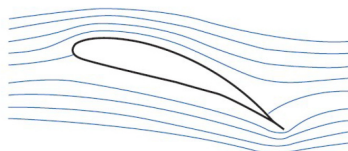

Figure 2 - Lignes de courant autour du profil d'une aile d'avion
2. Dans la figure 2 sont représentées les lignes de courant pour un profil donné. En analysant ces lignes de courant, expliquer pourquoi l'écoulement stationnaire de l'air, supposé parfait, homogène et incompressible, génère une force de portance de l'avion.